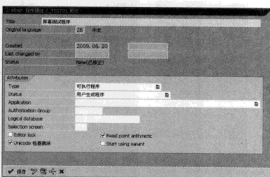

图 12-29 设置新程序属性
STEP 2 在标题栏中输入程序标题以及选择程序类型等信息后，单击“”按钮，如图 12-29 所示。